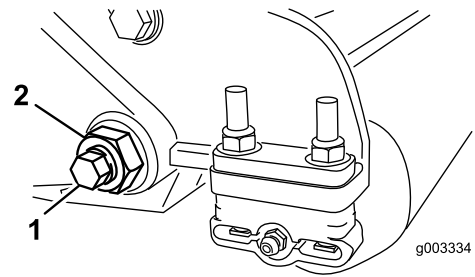

图31
3. 在机器的另一侧松开固定底刀架螺栓 图31 的锁紧螺母。
4. 拆下两个底刀架螺栓向下拉动底刀架并从机器螺栓 图31 上拆下来。